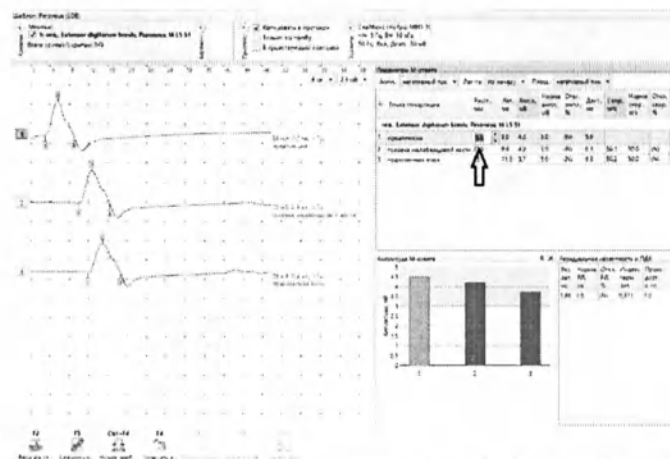

Рис. 86. Место ввода дистального расстояния (от точки стимуляции до активного электрода)
17. Последовательно введите расстояния в таблицу (рис. 86).